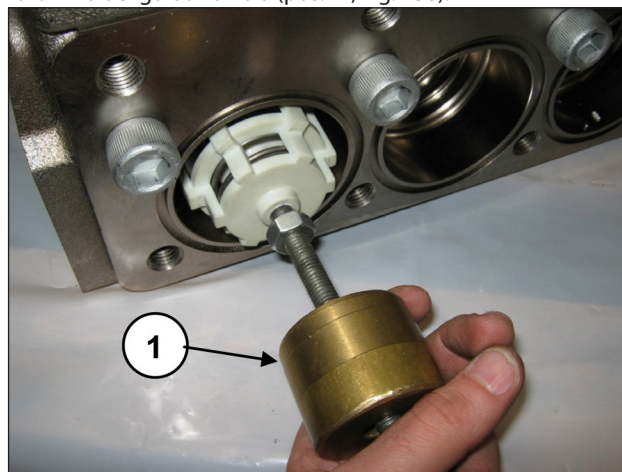

Fig. 138
Estrarre il gruppo valvola aspirazione mediante l'utilizzo di un estrattore a massa battente (cod. 27516400) da applicare al foro M10 del guida valvola (pos. ①, Fig. 138).